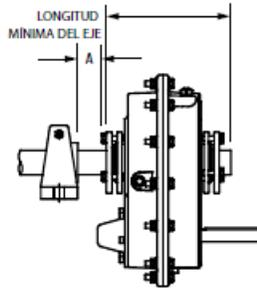

Figura 5 – Dimensiones mínimas recomendadas
- Se requiere un conjunto de bujes para montar el reductor sobre el eje accionado. Un conjunto consta de dos bujes cónicos, tornillos y arandelas para bujes, dos placas traseras y anillos de retención para los bujes y la chaveta o chavetas necesarias para el eje. El eje accionado debe atravesar por completo la longitud del reductor. Si el eje accionado no atraviesa el reductor, no utilice los bujes cónicos estándar. En su lugar, utilice los bujes para ejes cortos según se describe en la sección sobre bujes para ejes cortos que sigue a continuación. La longitud mínima del eje, medida desde el extremo del eje hasta el borde exterior de la brida del buje (Figura 5), se especifica en la Tabla 1.
1. Se requiere un conjunto de bujes para montar el reductor sobre el eje accionado. Un conjunto consta de un buje cónico largo, un buje cónico corto, una cuña para buje cónico, tornillos y arandelas para bujes, dos placas traseras y anillos de retención para bujes y la chaveta o chavetas necesarias para el eje. Para que el buje para ejes cortos funcione correctamente, no es necesario que el eje accionado atraviese el reductor. La longitud mínima del eje, medida desde el extremo del eje hasta el borde exterior de la brida del buje (Figura 5), se especifica en la Tabla 1.